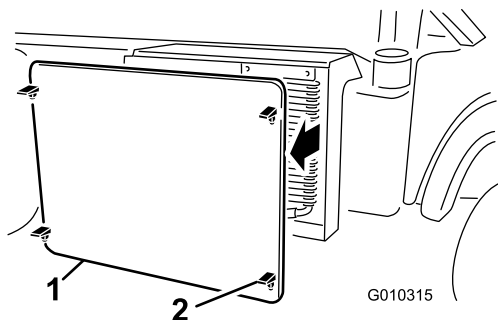

図 58
2. ラジエータスクリーンのラッチを外して、ラジエーター前面から外す図 58。